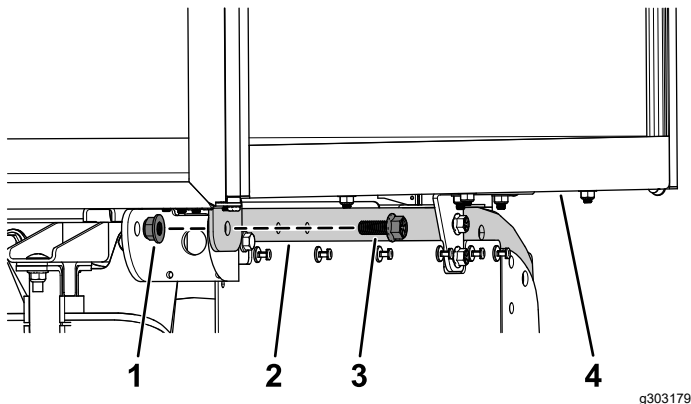

図 8
3. ユーティリティバン ボックスの後部をフレームチューブの後部に固定するフランジヘッドボルト $\frac{1}{2}$ " x $1\frac{1}{4}$ " 1本とフランジナット $\frac{1}{2}$ " 1個を左右それぞれの側に使用する 図 8。